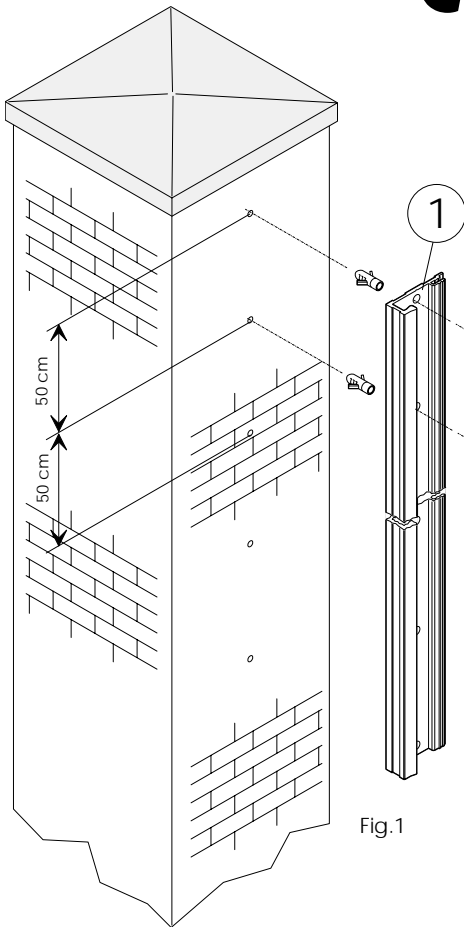

Fig.1
-Posizionare la guida (rif. 1) sul montante, fissandola ogni 50 cm per tutta la sua lunghezza (fig.1).
-Position the guide (1) on the upright and secure it every 50 cm along its entire length (fig. 1).
-Monter la glissière (rep. 1) sur le montant en la fixant tous les 50 cm (fig.1).
-Die Führung (Pos. 1) an den Ständer anlegen und auf der gesamten Länge im Abstand von jeweils 50 cm befestigen (Abb. 1).
-Colocar la guía (ref. 1) a lo largo del montante y fijarla cada 50 cm (fig.1).
- Insert the safety edge CN60E (2) in the guide (1) and make sure that the guide's projecting metal rib(1A) engages in the rubber channel on the safety edge (2A).
- Clamp the edge and guide assembly with the closure profile (3), making sure that it engages correctly with the guide.
- Die Führung (Pos. 1) an den Ständer anlegen und auf der gesamten Länge im Abstand von jeweils 50 cm befestigen (Abb. 1).
- Introducir en la guía (ref. 1) la protección CN60E (ref. 2) y controlar que el borde metálico de la guía (ref. 1A) entre por la ranura de goma de la protección (ref.2A).
- Cerrar el grupo con el perfil (ref. 3) y verificar que encaja en la guía correctamente.